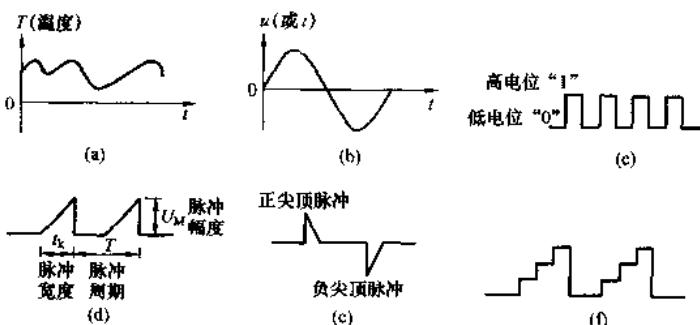

图 0-1 常见的几种信号波形
(1) 模拟信号和模拟电路。信号通常是包含着某种信息（如温度、压力、声音、图像等）的电信号（电压或电流）或光信号。大小随时间连续变化的信号称为模拟信号，如图 0-1 (a)、(b) 为模拟信号。对模拟信号进行传输或处理的电子电路称为模拟电路，主要有放大电路、振荡电路、滤波电路等。
(2) 脉冲数字信号和脉冲数字电路。脉冲信号是指在时间上和取值上都是不连续的且作用时间很短的信号，如图 0-1 (c) ~ (f) 所示的各种脉冲信号。处理脉冲信号的电路称为脉冲电路。数字信号是脉冲信号中的一种，数字信号只有高电位和低电位两种可能（通常高电位用“1”表示，低电位用“0”表示），图 0-1 (c) 矩形波脉冲就是数字信号。对数字信号进行传输或处理的电子电路称为数字电路。